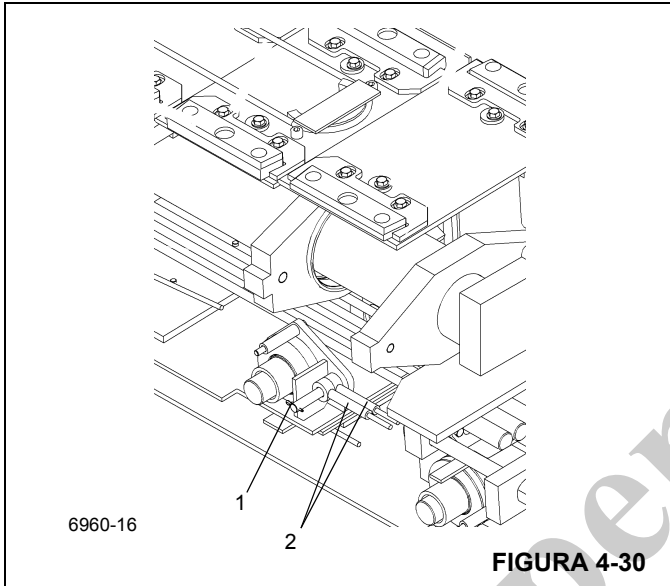

FIGURA 4-30
8. Usando os pinos e contrapinos (1) (Figura 4-30), fixe os cabos de retração da seção intermediária externa (2) que ficam na parte inferior da seção intermediária interna nos olhais da parte traseira da seção intermediária externa.